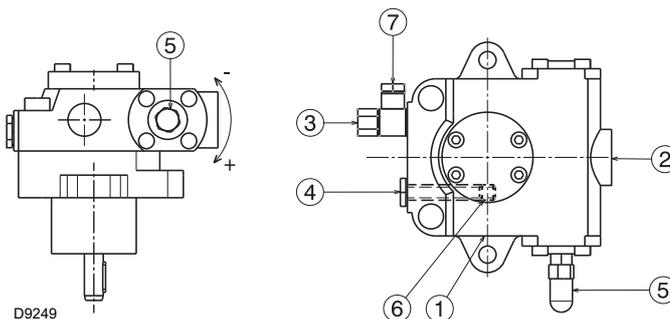

Fig. 22
Están instaladas en el quemador con el by-pass cerrado por el tornillo 6)(Fig. 22).
- Para que la bomba (Fig. 22) pueda autocebarse, es indispensable aflojar el tornillo 4) de la bomba para purgar el aire que pueda haber en el tubo de aspiración.
Leyenda (Fig. 22)
Si la bomba se ha vaciado, llenarla de combustible por el tapón del vacuómetro 4)(Fig. 22) antes de arrancarla, de otro modo quedará agarrotada.